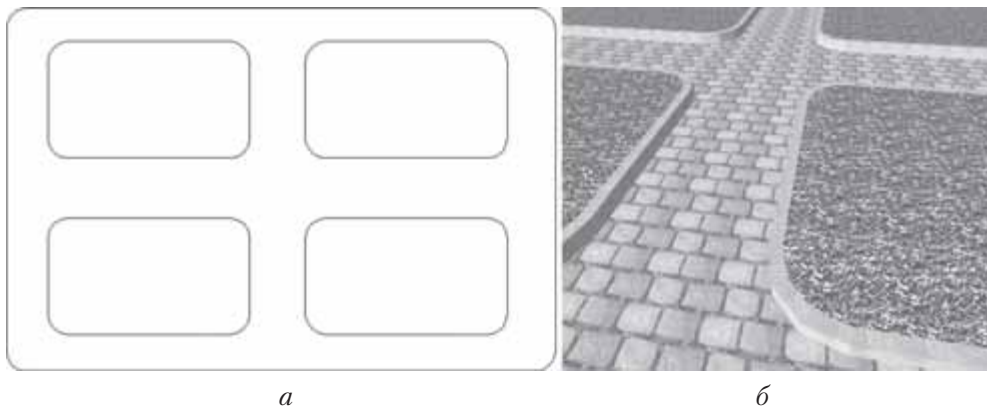

Рис. 12.15. Наложение текстур
9. Постройте пять перекрытий, как показано на рис. 12.15, а. Возвышение большого перекрытия должно быть меньше возвышения остальных.
14. Переключитесь в 3D-окно и посмотрите результат построения (рис. 12.15, б).